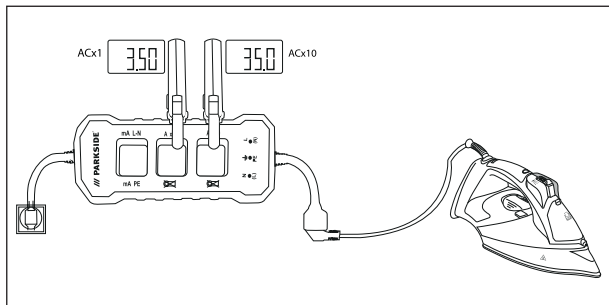

Fig. 1
- 1) Conectați ștecărul cu contact de protecție ❸ al aparatului la o priză.
- 2) Conectați ștecărul dispozitivului terminal la mufa de conectare cu contact de protecție ❹.
- 3) Ghidați clema de curent în jurul punctelor de măsurare **A x1** ❷ sau **A x10** ❸ și porniți dispozitivul terminal.
- 4) Citiți valorile curentului de rețea pe inel **A x1** ❷ sau împărțiți valoarea citită a inelului **A x10** ❸ la 10 (a se vedea fig. 1)